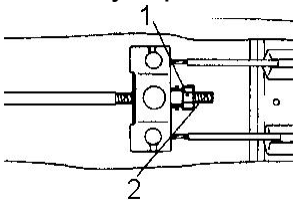

Рис. 4-3.
- ослабьте контргайку натяжного устройства и, вращая регулировочную гайку 1 (рис. 4-3.), натяните трос привода;